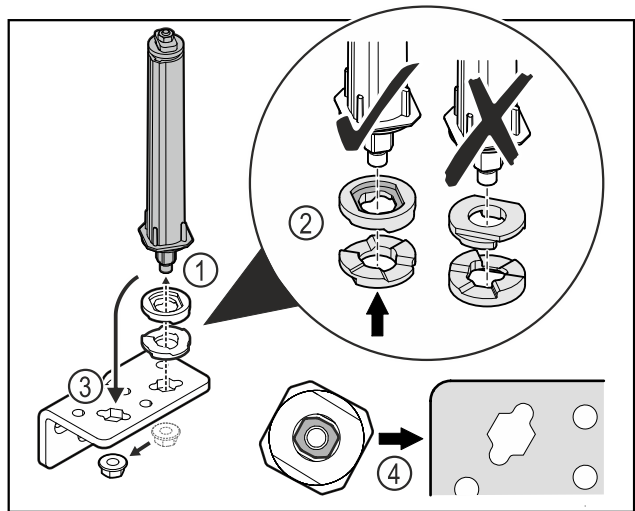

Fig. 20
- ▶ Λύστε το παξιμάδι και αφαιρέστε το σύστημα κλεισίματος πόρτας Fig. 20 (1).
- ▶ Βεβαιωθείτε για τη σωστή ευθυγράμμιση των ροδελών ρύθμισης ύψους Fig. 20 (2).
- ▶ Μεταφέρετε το σύστημα κλεισίματος πόρτας στη γωνία μεντεσέ και στερεώστε με το παξιμάδι Fig. 20 (3).
- ▶ Κατά την τοποθέτηση βεβαιωθείτε για τη σωστή ευθυγράμμιση του συστήματος κλεισίματος πόρτας Fig. 20 (4).